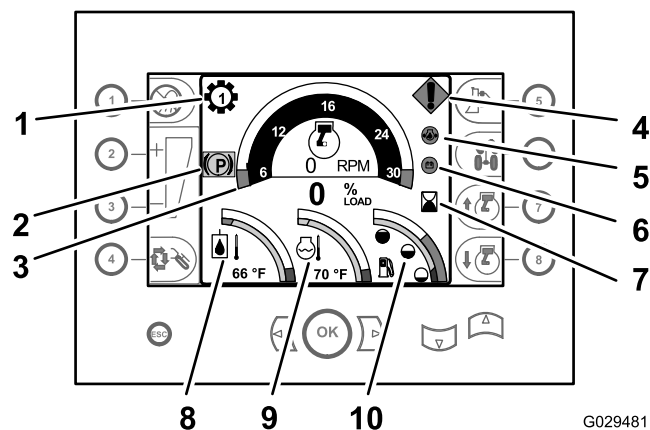
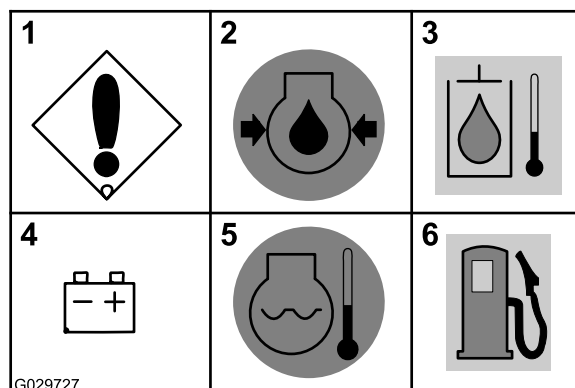

Figura 31
Figura 33
- **Indicatore della marcia:** questo indicatore mostra quale marcia è selezionata per la trasmissione (marce da 1 a 4) ed è visualizzato in alto a sinistra del contagiri (Figura 31).
- **Contagiri:** il contagiri riporta la velocità del motore in giri al minuto (giri/min). Il contagiri è visualizzato nella parte centrale superiore del display del centro di comando (Figura 31).
- **Contaore:** il contaore indica il numero di ore di funzionamento del motore. È visualizzato nell'area centrale a destra del display di comando, a destra del contagiri (Figura 31).
- **Indicatore della temperatura del fluido idraulico:** questo indicatore visualizza la temperatura operativa del fluido idraulico ed è visualizzato nell'area in basso a sinistra del display di comando (Figura 31).
- **Indicatore della temperatura del refrigerante:** questo indicatore riporta la temperatura del refrigerante nell'impianto di raffreddamento del motore. È visualizzato nella parte centrale inferiore del gruppo strumentazione (Figura 31).
- **Indicatore di livello del carburante:** questo indicatore visualizza il livello restante di carburante nel serbatoio ed è situato nell'area inferiore destra del display di comando (Figura 31).
- **Indicatore freno di stazionamento innestato:** questo indicatore viene visualizzato quando il freno di stazionamento è innestato (Figura 31). L'indicatore scompare quando rilasciate il freno di stazionamento.
- **Errore macchina o motore:** questo messaggio viene visualizzato se la macchina o il motore subisce un guasto. La causa del guasto è indicata nella Diagnostica del pannello strumentazione (Figura 33).
- **Bassa pressione dell'olio del motore:** questo messaggio di avvertenza viene visualizzato se la pressione dell'olio del motore è pari o inferiore a 90 Kpa (13 psi) (Figura 31 e Figura 33).
- **Alta temperatura dell'olio idraulico:** questo messaggio lampeggia se l'olio nell'impianto idraulico ha una temperatura di 102° C o superiore (Figura 33).
- **Controllate l'alternatore o la batteria:** questo messaggio viene visualizzato se la tensione dell'alternatore e della batteria è pari o inferiore a 12 Volt (Figura 31 e Figura 33).
- **Motore surriscaldato:** questo messaggio lampeggia se il refrigerante del motore ha una temperatura di 104° C o superiore (Figura 31 e Figura 33).